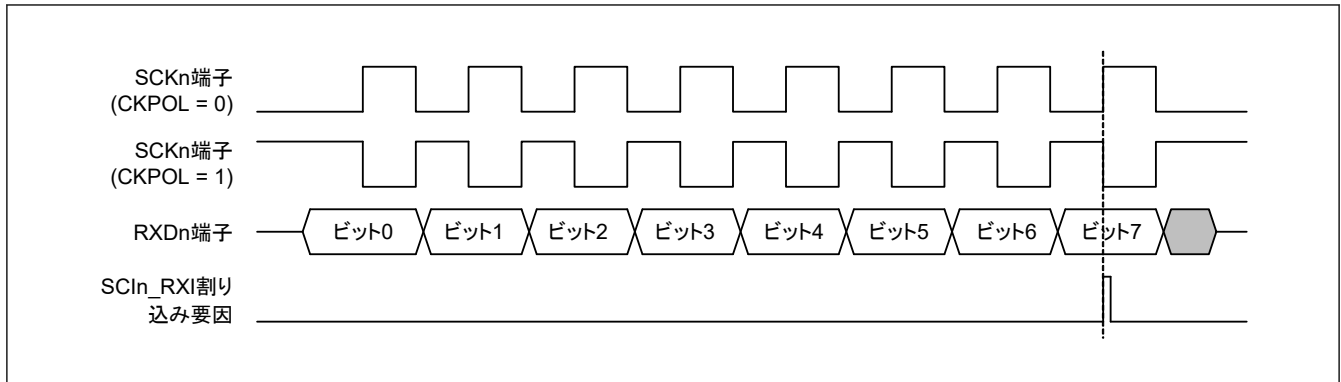

図 25.78 簡易 SPI モードにおける SCIIn_RXI 割込みの発生タイミング (クロック遅れあり)
- クロック遅れあり (SPMR.CKPH ビット = 1) では、図 25.78 に示すように、SCKn 端子の最終クロックエッジ手前のクロックエッジで受信データフル割り込み (SCIn_RXI) が発生します。SCR レジスタの TE ビットと RE ビットを SCKn 端子の最終クロックエッジより前に 0 にすると、SCKn 端子出力がハイインピーダンスとなり、送受信クロックの最後のクロックパルス幅が短くなります。また、SCIn_RXI 割り込みの発生によって、SCKn 端子の最終クロックエッジより前に接続先スレーブの SSn 端子入力信号が High になった場合、スレーブが誤動作する可能性があります。